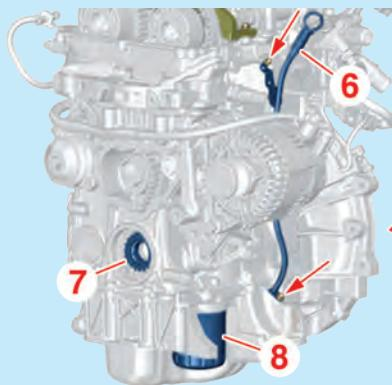

Fig.4
- Déposer (Fig.4) :
- le guide de jauge à huile (6),
- le pignon de vilebrequin (7),
- le filtre à huile (8),
- le capteur de vilebrequin (9),
- le flasque d'étanchéité (10).